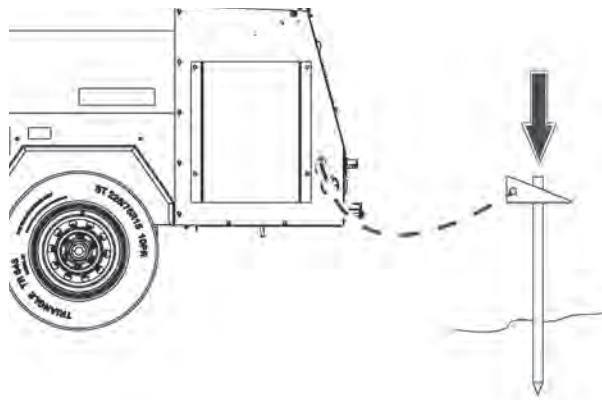

Figura 4.1
3. Ubique la orejeta de conexión a tierra en la parte posterior izquierda del chasis del remolque. Consulte la Figura 4.1. Ubique un punto en el suelo a una distancia no superior a 1,5 m desde la orejeta de conexión a tierra. Coloque la varilla de conexión a tierra en el suelo en este punto.